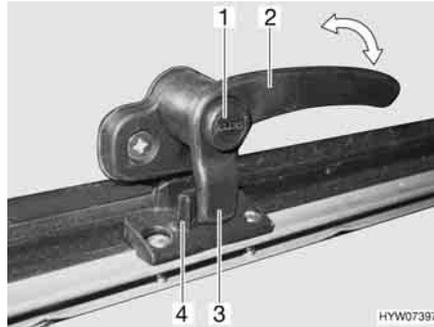

Fig. 39 Leva di serraggio in posizione "Chiuso"
- Premere il bottone di sicurezza (Fig. 39,1) e mantenerlo premuto.
- Ruotare la leva di serraggio (Fig. 39,2) di un quarto di giro verso il centro della finestra.
- Ruotare la leva di serraggio (Fig. 39,2) di un quarto di giro verso il telaio della finestra. Il nasello di chiusura (Fig. 39,3) della leva di serraggio si trova completamente sul lato interno della chiusura della finestra (Fig. 39,4).
- In posizione "Completamente chiusa" (Fig. 39)